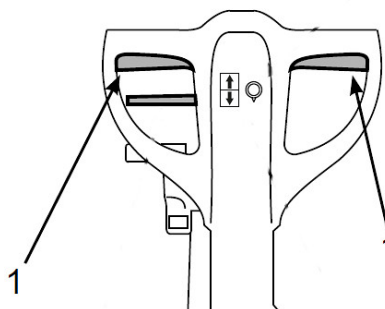

Abb. 34: Bürstensteuerhebel betätigen
- Schritt 1: Lassen Sie den Bürstensteuerhebel (Abb.34) los.